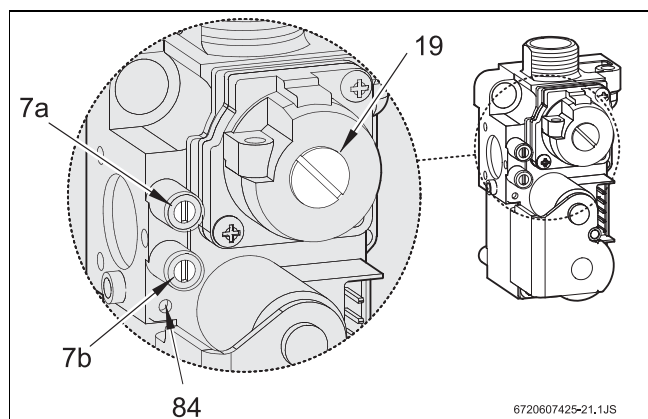

Fig. 30 Válvula de gás
- ▶ Desmontar a cobertura do parafuso de regulagem do gás (19) (Fig. 30).